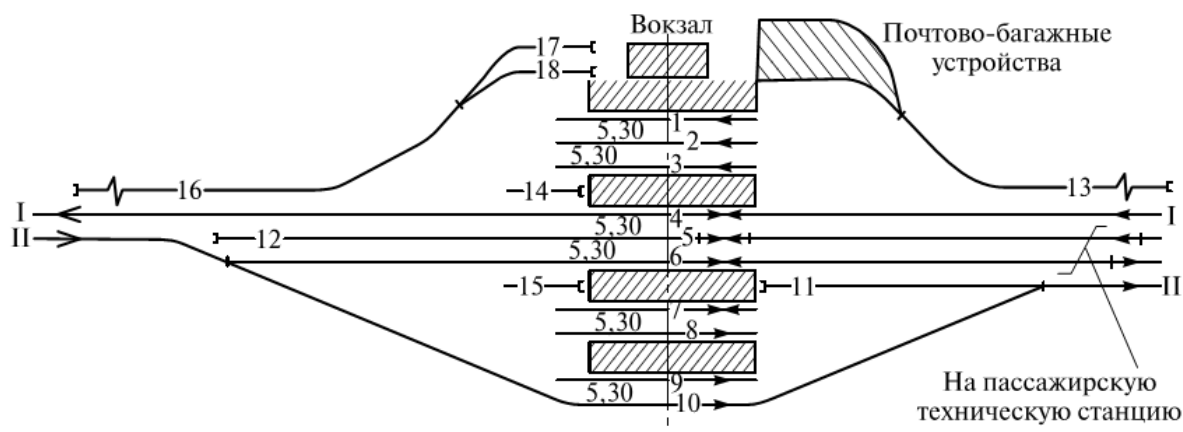

Рис. 16.1 Схема размещения устройств на пассажирской станции сквозного типа
**Задача 16.** Разработать конструкцию четной горловины пассажирской железнодорожной станции сквозного типа, предусмотрев в качестве варианта пропуск через железнодорожную станцию грузовых поездов. На железнодорожной станции должно быть предусмотрено 7 перронных путей, почтово-багажные устройства, тупики для стоянки служебных вагонов, вытяжные железнодорожные пути для маневровой работы. Последовательно пассажирской с нечетной стороны располагается техническая пассажирская железнодорожная станция. Взаимное расположение устройств железнодорожной станции и основные междупутные расстояния приведены на рис. 16.1.